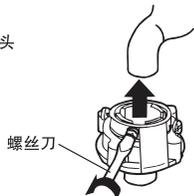

图2
2. 将进水管接头四个螺钉松至可套在水龙头上为止，然后将进水管接头套在水龙头上，如图2。如果水龙头口径偏大，进水管接头不上，则松开四个螺钉，取下衬套，如图3。